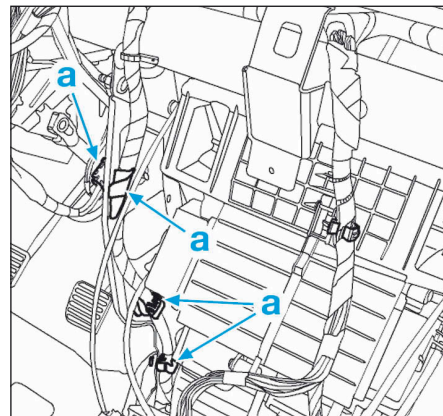

FIG.16
- Dégrafer le faisceau électrique en (a) (Fig.16).